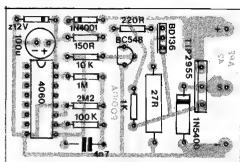

Fig. 3
- **FIG. 3 - "CHAPEADO" DA MONTAGEM** - O tal "chapeado", mencionado no texto referente à figura anterior, é agora visto em sua plenitude: a placa, observada pela face **não cobreada**, com todos os principais componentes demarcados através de es-